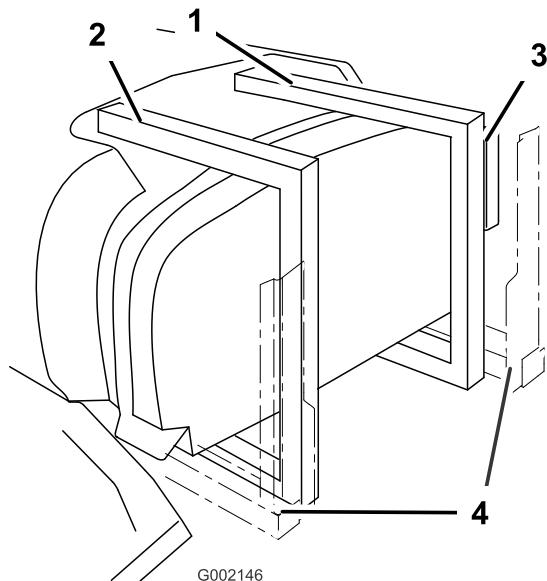

Figura 4
4. Il supporto deve avvolgersi sull'estremità posteriore del serbatoio (Figura 4).